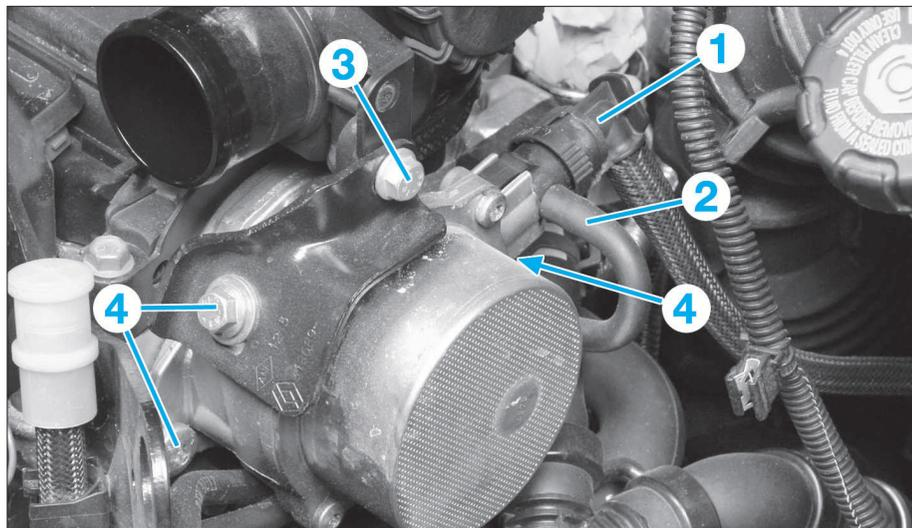

FIG. 26
- Débrancher le tuyau à dépression (1) sur la pompe à vide, en pinçant son raccord (Fig.26).
- Débrancher le tuyau (2).
- Desserrer la vis (3) de fixation de la patte de maintien de la pompe à vide.
- les vis de fixation (4) de la pompe à vide.